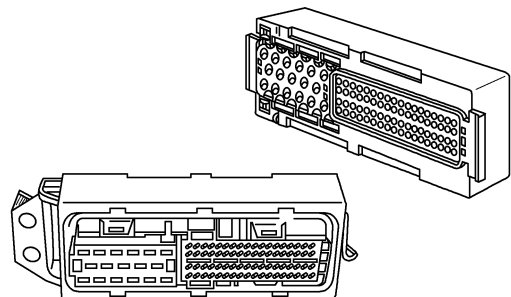

图 6-126 安装新插头
(2) 插头更换
① 弯折插头壳体，使壳体脱开锁舌，将插头壳体拆下。
② 使用前述 Bosch 拆卸工具 1 或 2，将工具放在导线上，从插头中拆下触针。
③ 具体拆卸触针过程是：应将拆卸工具插入插头的拆卸孔中，将导线推向拆卸工具，将工具直接压入插头，从插头中轻拉出导线。
④ 安装新插头，如图 6-126 所示。在安装新插头前，应检查确定插头正确锁定。